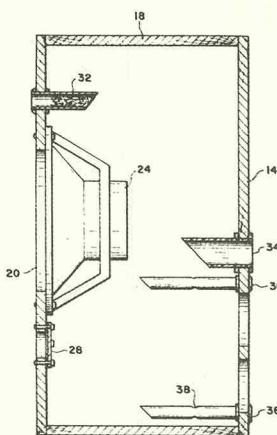

Bild 3. Ein Beispiel für ein Baßreflex-Gehäuse aus den Zeiten vor Thiele und Small.
sen zu verwandeln, sind schon Legion. Ein Blick in die Lautsprecher-Patente enthüllt: Vielkammer-Systeme, weiche Wände, F-Schlüsse, Schlüsse, Öffnungen mit laminarer Strömung, Gänge mit Venturi-Effekt, einstellbare Röhren und noch andere Möglichkeiten (siehe Bild 3). Solche Patentschriften beginnen meist mit einem Überblick über den Stand der Kunst, aber meist wird dabei nur deutlich, wie gründlich der Erfinder die Gesetze mißachtet, nach denen Reflexboxen tatsächlich wirken.
Die in Bild 3 dargestellte, bei der Plattenaufnahme wirkende Pre-Emphasis wirkt sich beträchtlich auf Nichtlinearitäten bei der Wiedergabe aus. Das geht aus Bild 4 hervor. Die dargestellten Kurven sind auf den äußeren Plattendurchmesser normiert. Es ist deutlich zu erkennen, daß auf einem inneren Durchmesser, wo die Musik häufig am lautesten wird, eine deutlich stärkere Abschwä-
**Bild 3:** Die RIAA-Vorverstärkungskurve (Preemphasis) für Plattenaufnahmen. Dadurch wird der Platzbedarf für tieffrequente Signale verringert und der hochfrequente Signalinhalt über das Eigenrauschen der Platte angehoben. Eine dazu komplementäre Entzerrung (Deemphasis) macht daraus beim Abspielen wieder einen geraden Frequenzgang.